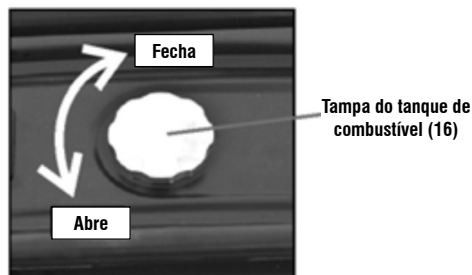

Fig. 10 – Tampa do tanque
- b. Abra a tampa do tanque (fig. 10);
- e. Feche a tampa do tanque (fig. 10);